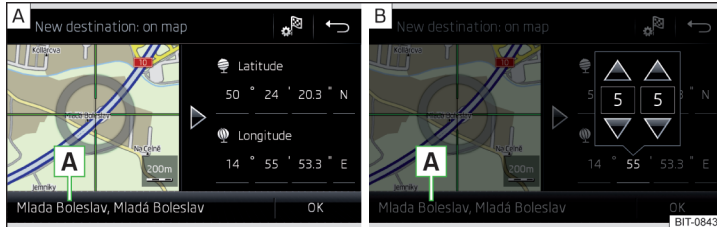

Abb. 167 Ziel eingeben: über den Kartenpunkt / mithilfe von GPS-Koordinaten
- Durch Bildschirmberührung das gewünschte Ziel in das Fadenkreuz verschieben » Abb. 167 - **A**.
- Die Werte der GPS-Koordinate nacheinander antippen und einstellen » Abb. 167 - **B**.
Sind in den Navigationsdaten des Infotainments Informationen zum eingegebenen Punkt verfügbar, dann werden diese statt der GPS-Koordinaten angezeigt (bspw. Adresse **A** » Abb. 167).